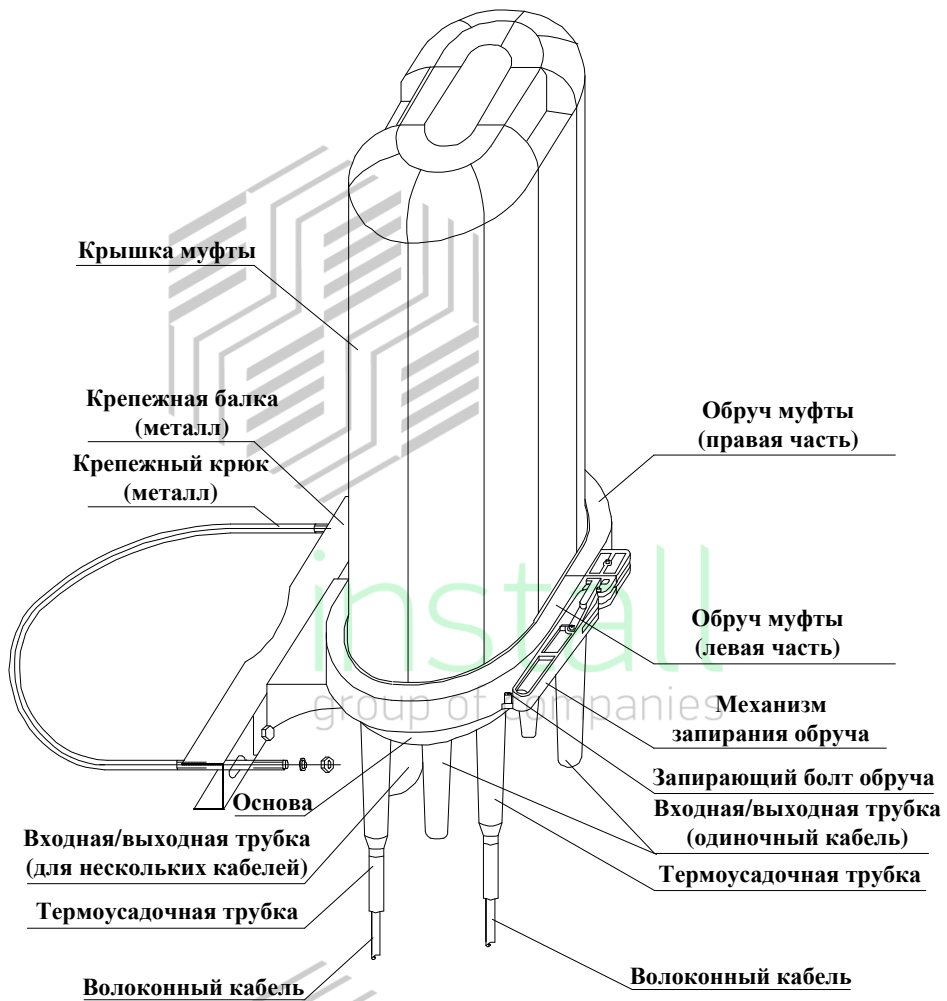

Рисунок 8
- ① При воздушной протяжке: закрепите металлический обруч и рейку на столбе (или другой опоре). Следуйте указаниям рисунка 8.
- ② При монтаже на стенах зданий: закрепите крепежную скобу на стену, используя крепежные болты. (Металлический обруч в этом случае не нужен).
- ③ При подземной прокладке: металлический обруч не нужен
- 6.9.14 Смотрите рисунок 8.